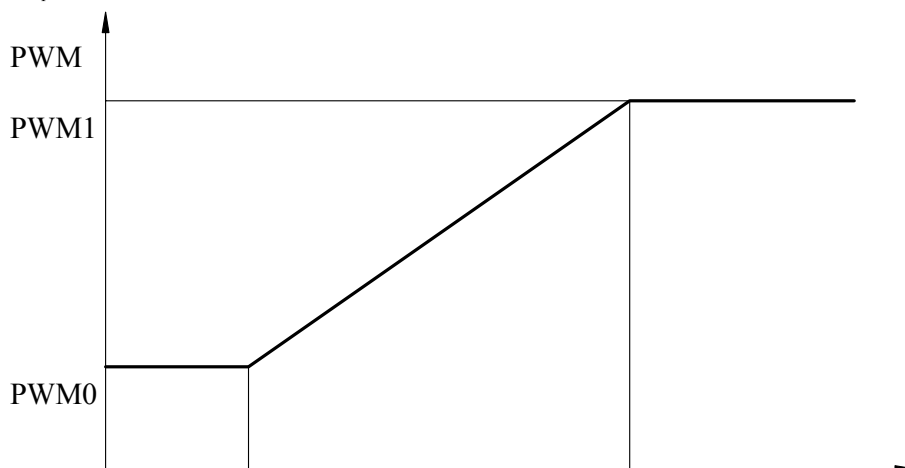

Рис. 6. Зависимость выходного относительного напряжения от частоты и табличных параметров.
3.9.6. Тип 4 – параметры кривой выходного относительного напряжения ($PWM=f(Fp)$) (**рис.6**).